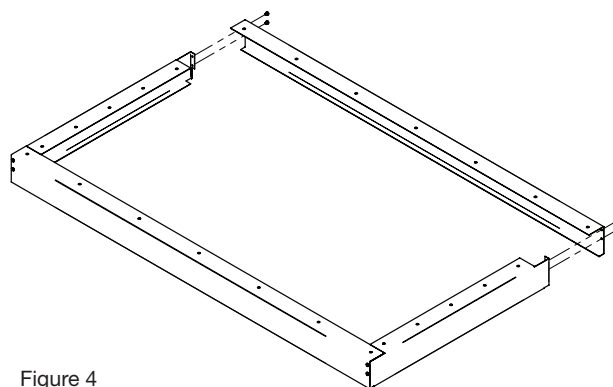

Figure 4
3. Assembler le 2^e longeron aux deux embouts à l'aide des vis blanches (Fig.4).